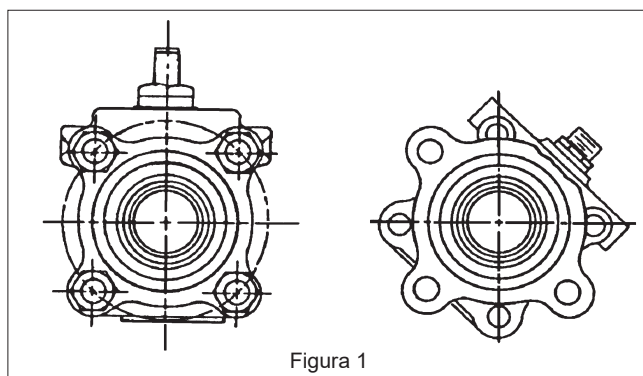
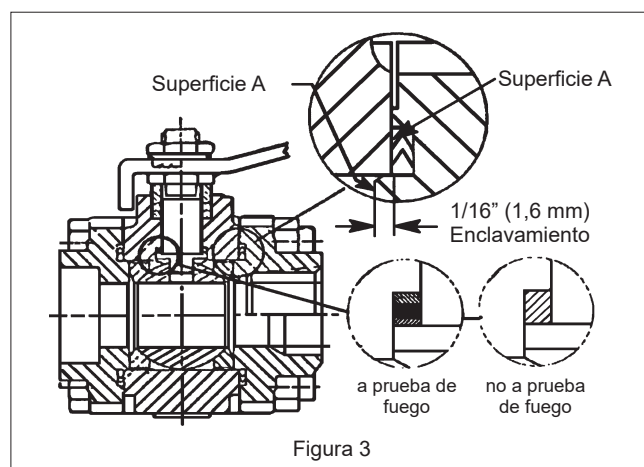

Figura 1
Figura 3
5. Para lograr una alineación positiva y facilitar el montaje en línea, cada tapa de extremo se encaja aproximadamente 1/16" (1,6 mm) en el cuerpo como se muestra en la (Figura 3). Para superar esta característica durante el desmontaje en línea es necesario separar cada tapa al menos 1/16" (1,6 mm) del cuerpo. Golpee fuertemente el cuerpo y las tapas con un bloque de madera o un mazo de plástico para romper el sello del cuerpo. Separe las tapas de extremos y gire el cuerpo fuera de la línea. Si la tubería no permite una separación sencilla, retire el perno restante del cuerpo y gire la sección central de acuerdo con la (Figura 1). Esto mejorará el acceso a la brida de la tapa de extremo para facilitar la separación. Gire el cuerpo de la válvula (1) para sacarlo de entre las tapas de extremo (2). Tenga cuidado de no dañar las superficies de sellado "A" (consulte la Figura 3) en cada extremo de la válvula.
6. Gire el vástago (4) para que la válvula esté completamente cerrada. Retire los sellos del cuerpo (6) y los asientos (5). Los sellos del cuerpo pueden estar fuertemente comprimidos en sus ranuras. Tenga mucho cuidado al sacarlos. Daños como arañazos en el fondo de la ranura provocarán fugas. Si los asientos no se retiran fácilmente, golpee suavemente la bola (3) con un trozo de madera u otro material blando.
7. Retire la bola (3).
8. Retire la tuerca del vástago inferior (16) y el anillo de compresión (21).
9. Presione el vástago (4) desde la parte superior en el cuerpo de la válvula (1) y retírelo por el extremo del cuerpo.
10. Saque con cuidado y deseche los sellos del vástago (8), los cojinetes del vástago (24) y el sello secundario del vástago (7) usados, teniendo cuidado de no dañar las superficies de los cojinetes.
1. Con la válvula girada a la posición de fuera de línea, introduzca desde el interior del cuerpo un cojinete del vástago (24), un sello secundario del vástago (7) y, a continuación, otro cojinete del vástago (24) en el orificio del vástago. Para las válvulas que no son a prueba de fuego utilice un cojinete del vástago (24). (Consulte la Figura 3 y la lista de piezas.)
7. Coloque un sello del cuerpo (6) en la ranura de sellado mecanizada de las tapas de extremo (2) (consulte la **Figura 3**). Asegúrese de que la ranura y el sello están limpios.
12. Atornille la válvula con tornillos del cuerpo (52) y tuercas (53) lubricados. Apriete estos tornillos de manera uniforme y alternada. (Consulte la **Tabla 1** para los pares de apriete y el lubricante).
13. Coloque la palanca (17), la arandela resistente a sacudidas (19) y asegúrelos con la tuerca del vástago (16) (consulte la **Tabla 2** para los pares de apriete).